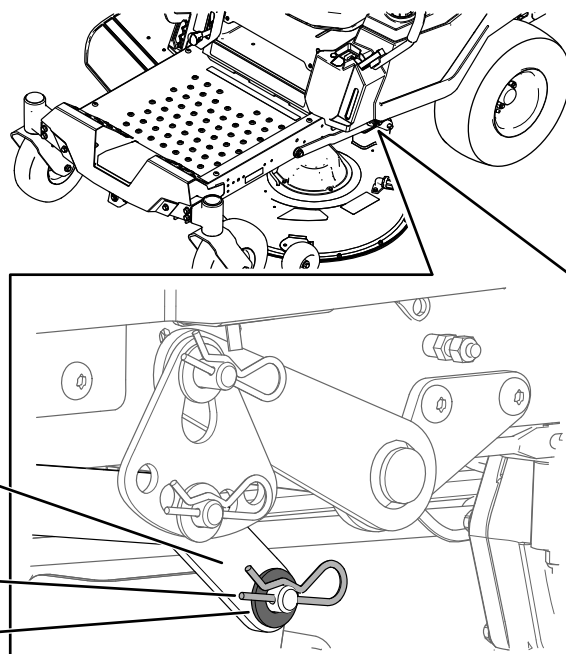

Figure 71
6. D'un côté de la machine, retirez la rondelle et la goupille fendue de l'axe du tablier (Figure 71).
7. Déposez le bras de levage de l'axe du tablier (Figure 71).
5. D'un côté de la machine, soulevez l'arrière du tablier de coupe et installez le bras de levage sur l'axe du tablier (Figure 71).
6. Installez le bras de levage avec la rondelle et la goupille fendue (Figure 71).